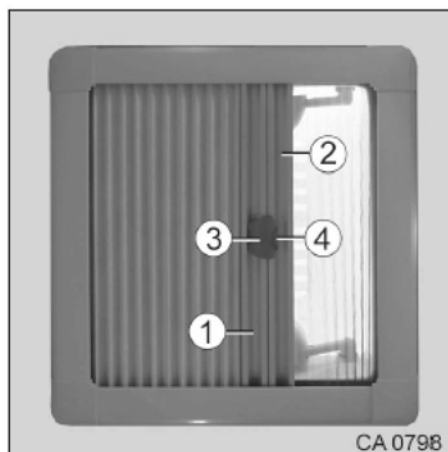

Fig. 63 Stores sur le lanterneau
1. Déplacer le store occultant (Fig. 63/1) ou le store moustiquaire (Fig. 63/2) en les tenant aux poignées.
2. Accoupler les deux stores avec la poignée (Fig. 63/3).
3. Pour les désaccoupler, appuyer sur le bouton (Fig. 63/4) et faire basculer la poignée (Fig. 63/3).
4. Détacher la moustiquaire (Fig. 63/2) du store occultant (Fig. 63/1).